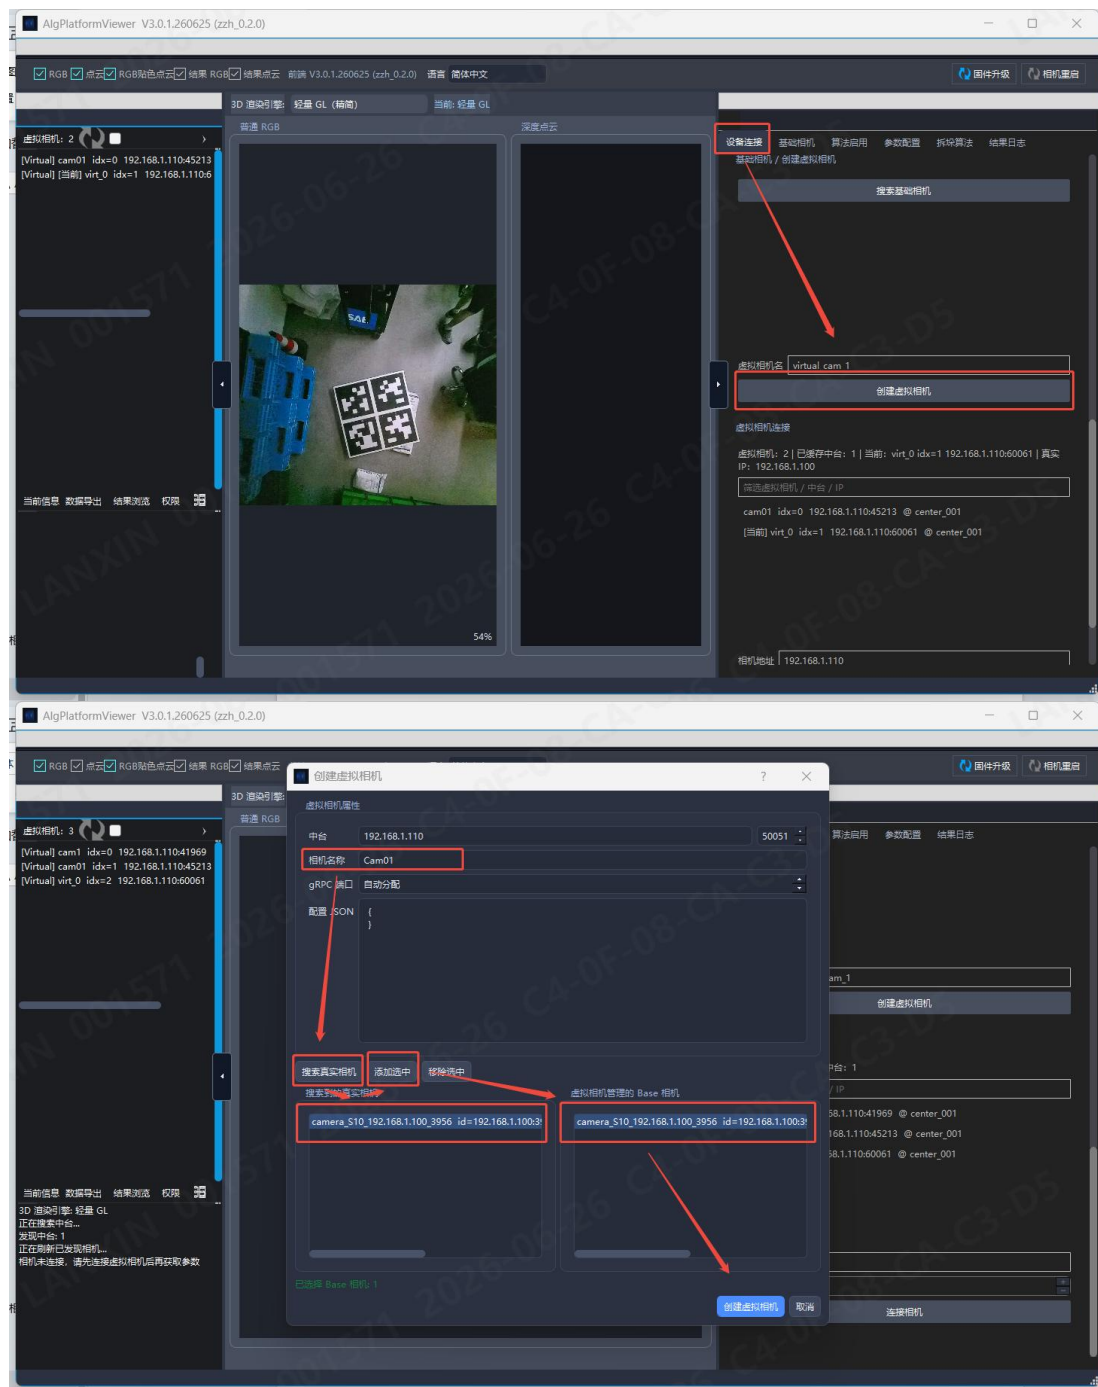

图 15 创建虚拟相机
- 进入「设备连接」界面，在底部点击「创建虚拟相机」，弹出创建窗口（见图 15）。